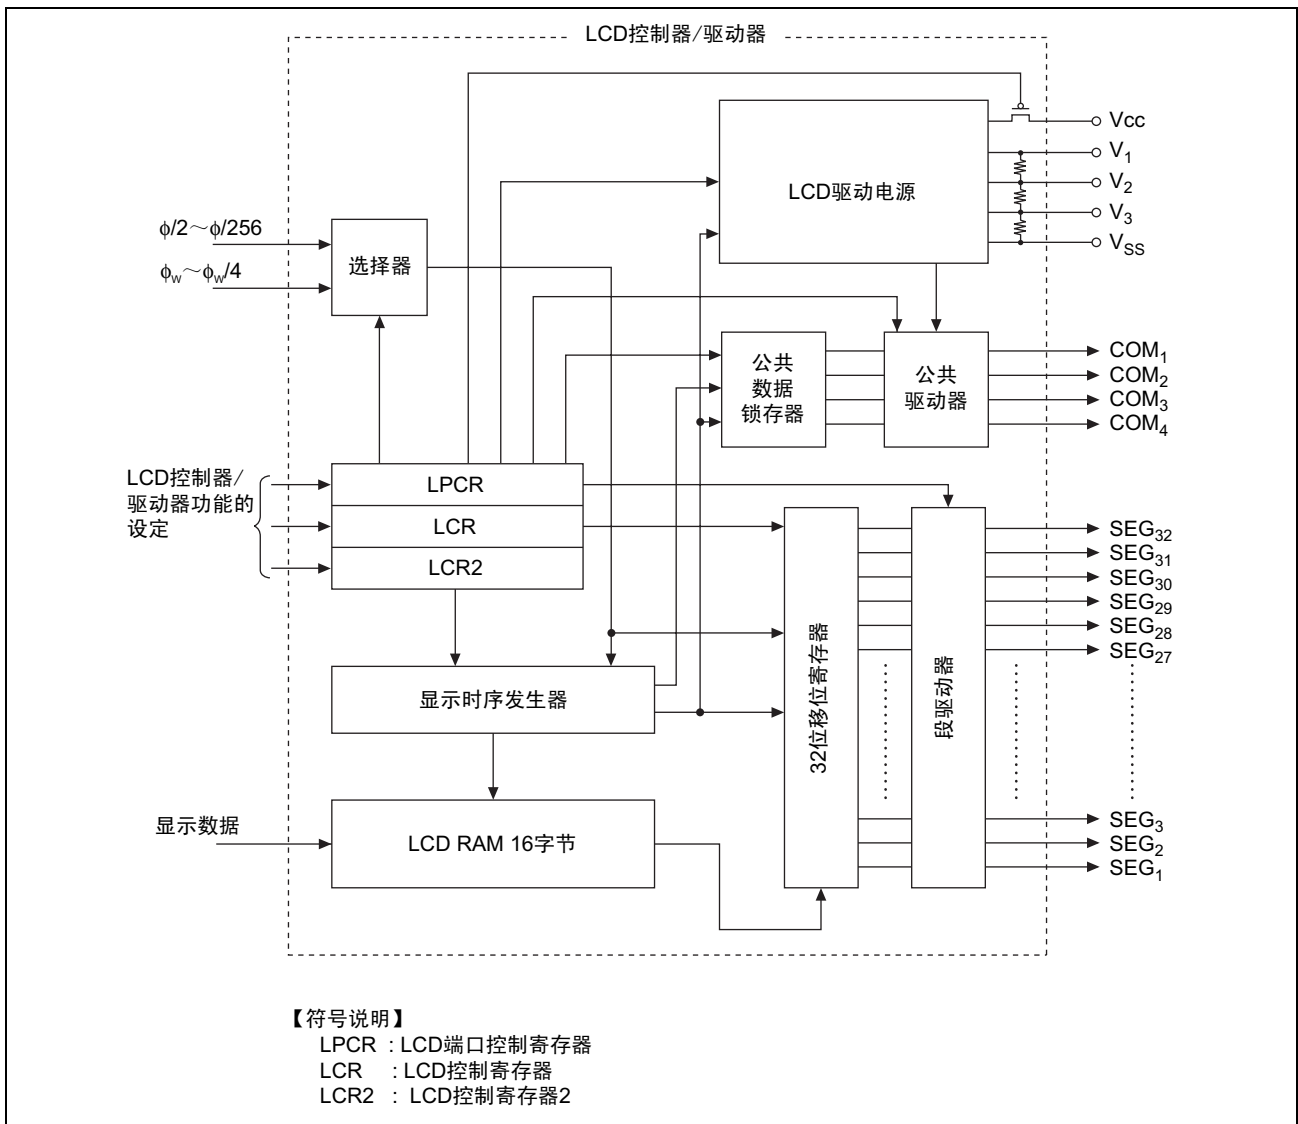

图 2 LCD 控制器/驱动器的框图
(2) 本例子使用的 LCD 控制器/驱动器的框图如图 2 所示。